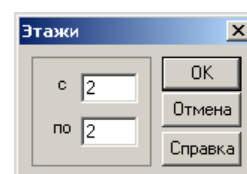

Рис.1.21.8. Окно диалога **Этажи**
- В открывшемся окне диалога **Этажи** (рис.1.21.8) задайте следующие параметры: